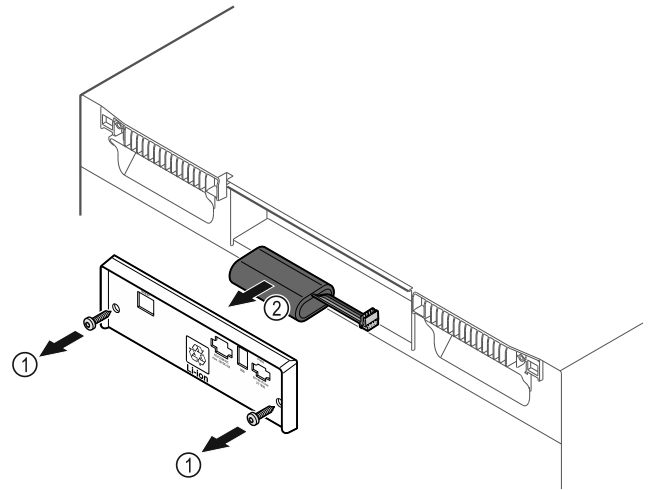

Fig. 235
- ▶ Irrota ruuvit ja poista kansi laitteen taustapuolelta Fig. 235 (1).
- ▶ Irrota paristo liittimistään ja poista paristo Fig. 235 (2).